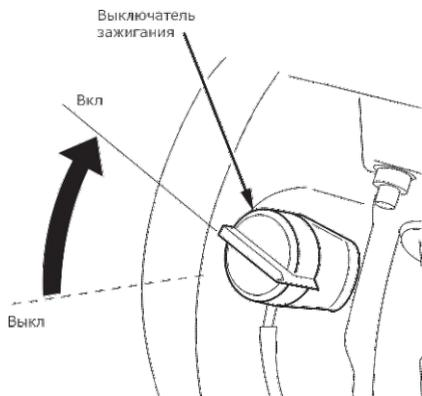

Рис.11
- Поставьте выключатель зажигания в положение «ВКЛ» (рис. 11).